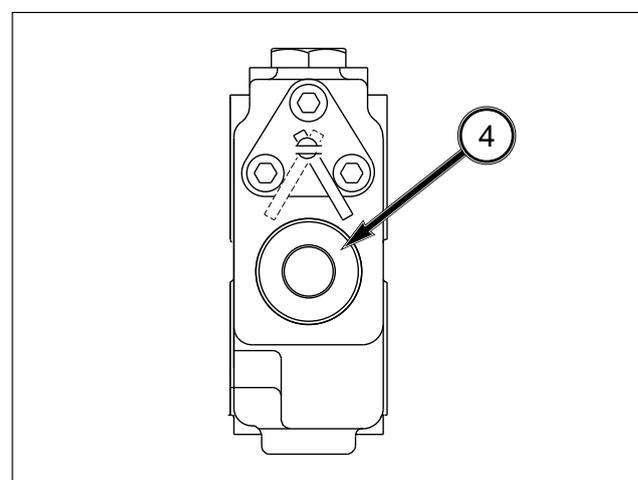

FIG. 75
FIG. 75: El selector de función (4) debe estar girado a la izquierda. El selector de función se encuentra en la parte trasera de las válvulas de carrete, en el lado derecho.